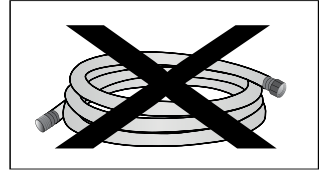

Figura 19.
- Para la instalación del producto, no se deben utilizar mangueras flexibles a base de elastómeros, ni las que vienen de fabrica con malla de acero inoxidable recubriendo su superficie (Ver figura 19).